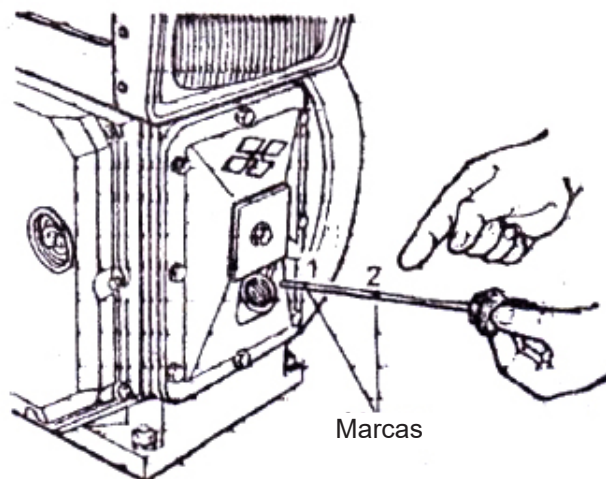

Figura 1. Midiendo el nivel de lubricación en el carter.
c. Carga de aceite lubricante, retire la varilla de medición de aceite y vierta aceite limpio en el carter, use aceite para motor diésel de alta velocidad, N° T11 en verano y N° T8 en invierno; la cantidad de aceite agregado es de alrededor 2,5 Kg de modo que el nivel de aceite en el carter esté entre las dos marcas de la varilla de medición de aceite ver figura 1.